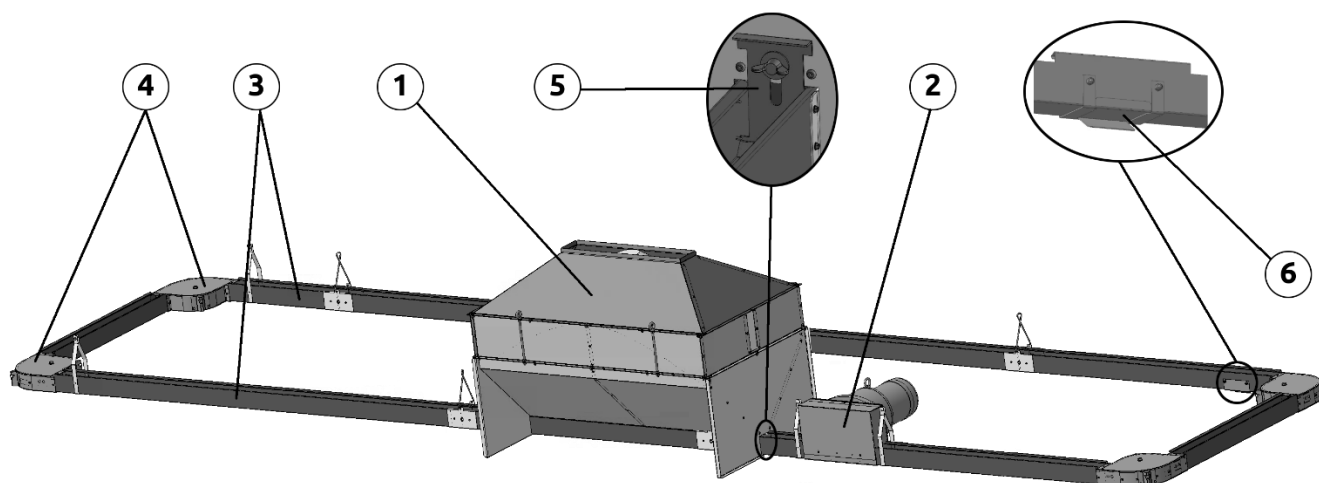

Рисунок 2.5
Основные компоненты линии (рис. 2.5): приемный бункер (1), приводной узел (2), кормовые лотки (3) с поворотами (4) и установленной в них цепью.
В лотках линии продольной раздачи предусмотрено место для выгрузки кормов - отверстие, закрытое шибером (рис. 2.5 6). Такие лотки с выгрузкой корма предназначены для обслуживания линий кормления во время мойки оборудования или удаления из кормовых лотков посторонних предметов (например, камней), которые могут повредить оборудование.